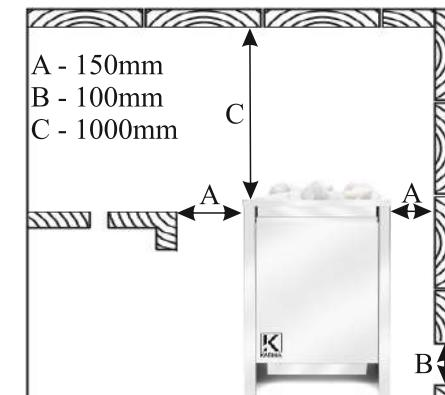

Рисунок 1.
- Минимальные безопасные расстояния показаны на рис.1.